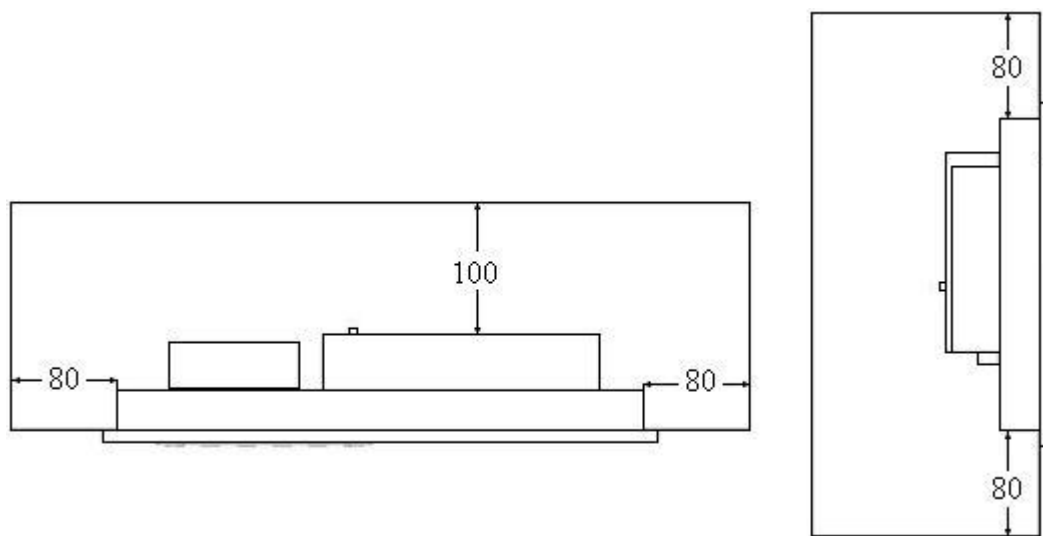

图 1.4 数控系统的安装要求
- 1) 为了保证系统散热良好，在安装时必须给系统四周留有足够的通风间隙，图 1.4 标出了留有通风间隙的最小尺寸。